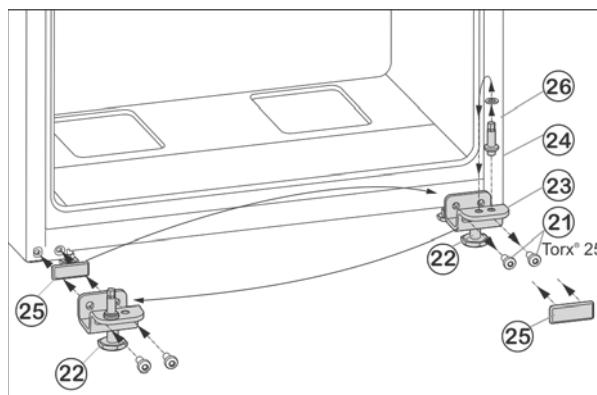

Fig. 7
- ▶ Открутите крепежные винты Fig. 7 (21).
- ▶ Снимите нижний опорный кронштейн Fig. 7 (23) вместе с опорным пальцем Fig. 7 (24), шайбой Fig. 7 (26) и регулируемой опорой Fig. 7 (22).
- ▶ Открутите опорный палец Fig. 7 (24) вместе с шайбой Fig. 7 (26) и, переставив в отверстие на противоположной стороне опорного кронштейна, снова прикрутите.
- ▶ Аккуратно снимите защитную пластины Fig. 7 (25) и переставьте ее на противоположную сторону.
- ▶ Прикрутите нижний опорный кронштейн Fig. 7 (23) вместе с опорным пальцем Fig. 7 (24), шайбой Fig. 7 (26) и регулируемой опорой Fig. 7 (22) с другой стороны шарнира (**с моментом 4 Нм**), при необходимости используйте аккумуляторный шуруповерт.
- Установите нижнюю дверцу сверху на опорный палец Fig. 7 (24).
- Выверните регулируемую опору Fig. 7 (22) на нижнем опорном кронштейне Fig. 7 (23) до ее соприкосновения с полом.